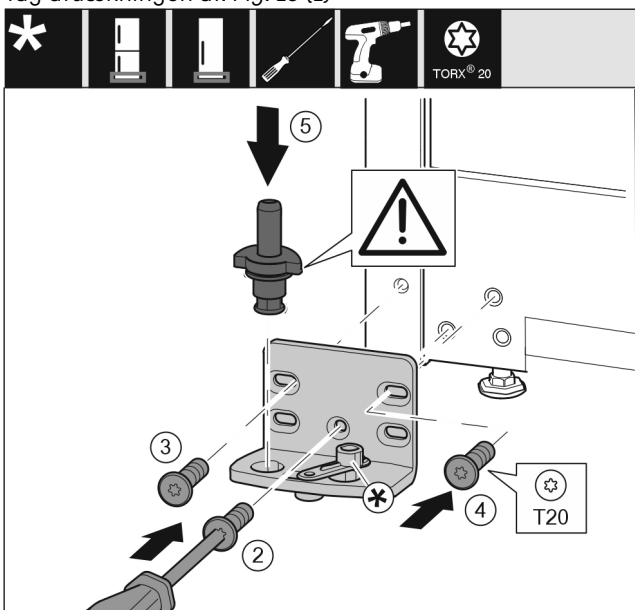

Fig. 14
- ▶ Sæt hængselkonsollen på i den anden side, og skru den fast med en skruetrækker T20. Begynd med skruen 2 fornedet i midten. Fig. 14 (2)
- ▶ Stram skrueene 3 og 4. Fig. 14 (3,4)
- ▶ Sæt hængselbolten helt i. Sørg i den forbindelse for, at låsekammen vender bagud. Fig. 14 (5)